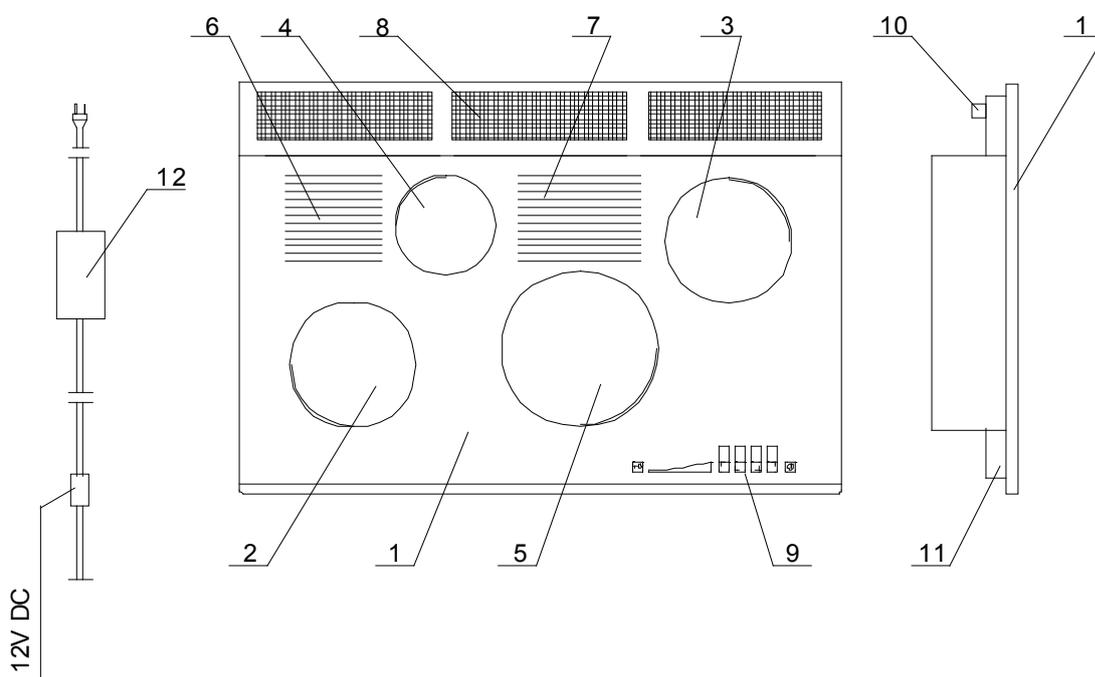

Рис. 1
Варочная панель (рис. 1) имеет четыре инжекторных газовых горелки с мощностью, указанной в представленной выше таблице, с керамическим вкладышем, оснащенных зажигательными электродами и ионизирующими датчиками контроля горящего газа. Горелки, в которых происходит каталитическое сжигание газа, вырабатывают **инфракрасное излучение**. Они прикрыты стеклокерамической плитой, на которой выделены четыре графически обозначенных на панели конфорки над керамическими горелками, а также две горячие зоны над каналами продуктов сгорания газовых горелок, **не потребляющие газ**.
В случае питания варочной панели жидким газом из баллона, она подключается с помощью патрубка $\varnothing 10/R1/2"$, ввинченного в патрубок впуска газа, **поз. 10 на рис. 1**, после предварительного вывинчивания ниппеля 1/2". На вентиле баллона крепится **редуктор для жидких газов**. Редуктор с варочной панелью соединяется эластичным шлангом для жидких газов (с максимальной длиной до 3 м) с закрепленными по обеим сторонам манжетами. **Редуктор и эластичный шланг должны иметь сертификат безопасности.**
- вставить штепсель провода источника питания в розетку домашней сети, а кабель низкого напряжения 12 В, завершенный круглым штепселем, поместить в розетке питания варочной панели. Она находится снизу прибора, **рис. 1 поз. 11**,